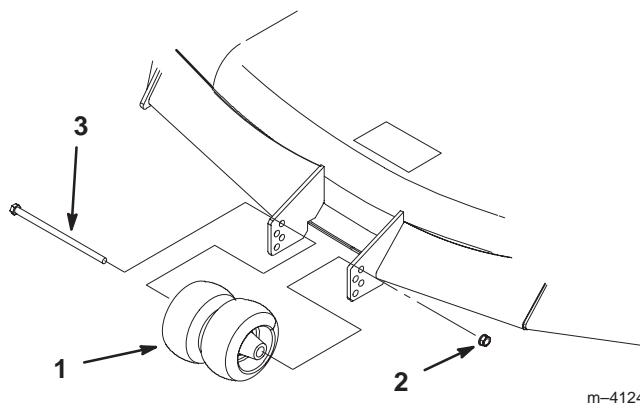

Bild 26
2. Nach Einstellen der Schnitthöhe entfernen Sie Schraube und Mutter (Bild 26).
3. Wählen Sie eine solche Höhe, bei der die Radstelze der gewünschten Schnitthöhe so nahe wie möglich ist (Bild 26).
- Setzen Sie die Schraube, mittleren Rollen und Mutter wieder ein (Bild 26).